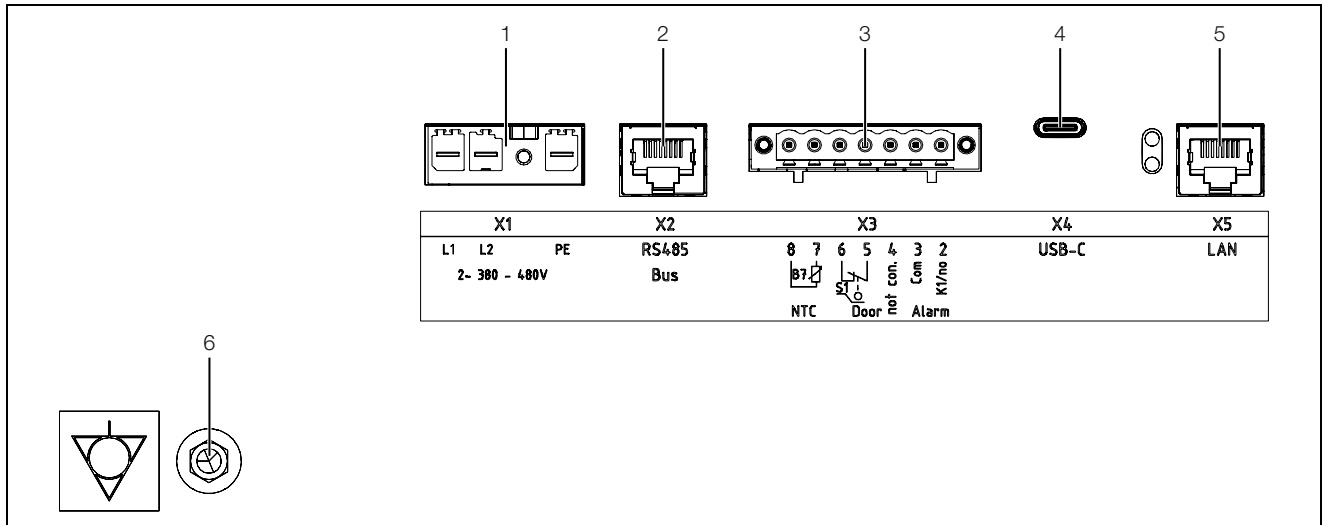

Fig. 43: Conexão à rede elétrica e interfaces
Se por razões de EMC o aparelho tiver que ser integrado à ligação equipotencial existente do cliente, um condutor pode ser conectado no ponto de conexão da ligação equipotencial. O ponto de conexão está identificado pelo respectivo símbolo (fig. 43, item 6).
- A blindagem dos cabos pode ser conectada ao ponto da ligação equipotencial (fig. 43).